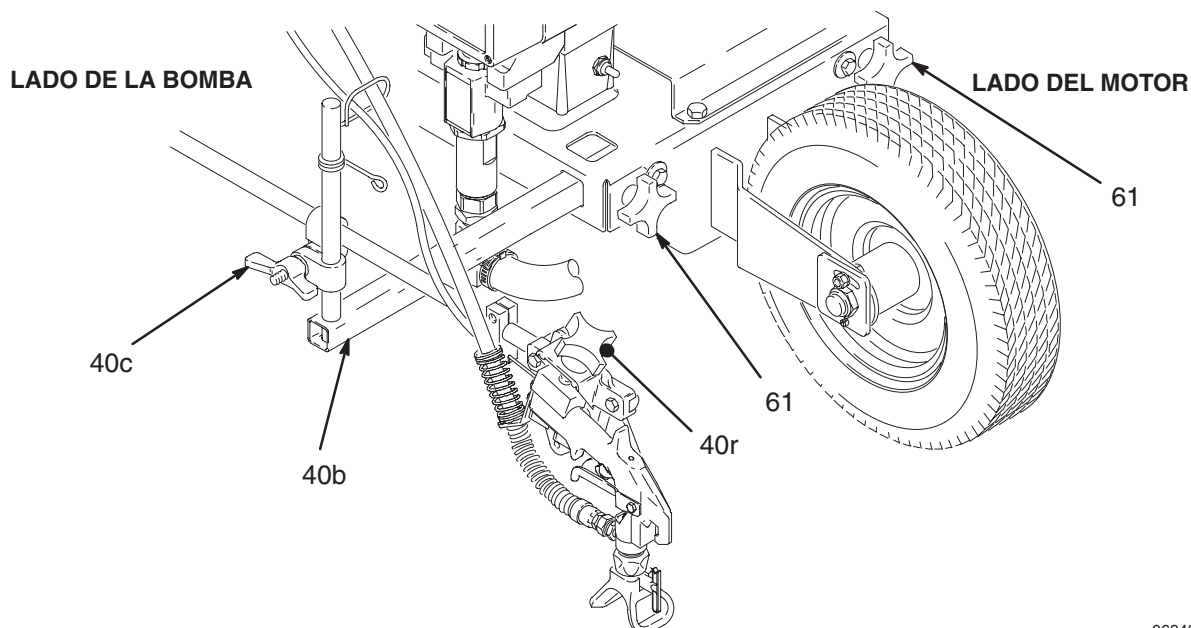

Fig. 4
2. Cerciórese de que la protección de boquilla RAC IV esté siempre paralela al suelo y que las “alas” de la protección de la boquilla están dirigidas hacia la parte delantera y trasera de la unidad, tal como se indica en la Fig. 4.